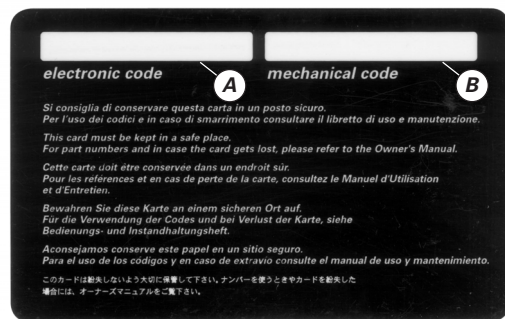

fig. 9
A) (fig. 9) le code électronique, à utiliser en cas de blocage du moteur et donc de démarrage raté après avoir mis la **clé dans la position ON**.
B) (fig. 9) le code mécanique des clés, à communiquer au réseau d'assistance DUCATI, en cas de demande de doubles des clés.